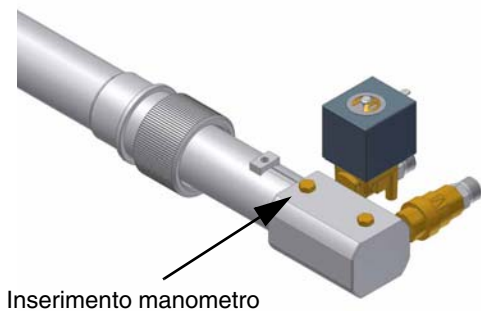

Fig. 18
- 9 La pressione di alimentazione ugello è già pre-tarata in fabbrica e non deve essere cambiata. Solo se necessario, regolare la pressione di alimentazione (vedi relativo paragrafo) nel modo seguente: inserire un manometro nella posizione indicata in Fig. 18 agire sulla vite di regolazione **VR** della pompa (vedi Fig. 17) fino ad ottenere una pressione all'ugello pari a 21 o 25 bar (a seconda degli ugelli in dotazione: ugelli Bergonzo/Fluidics - vedere grafici a pag. 16);